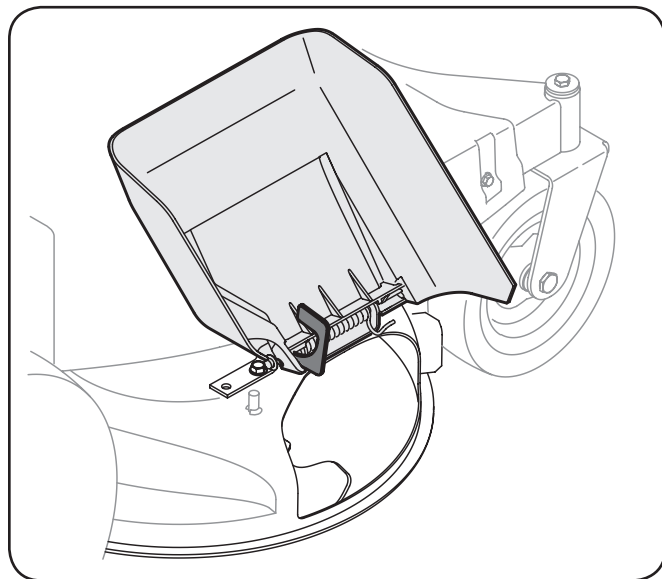

Figure 3-1
1. Localice la traba de seguridad que, si la hay, se encuentra en la parte derecha de la plataforma de corte. Vea Figure 3-1.